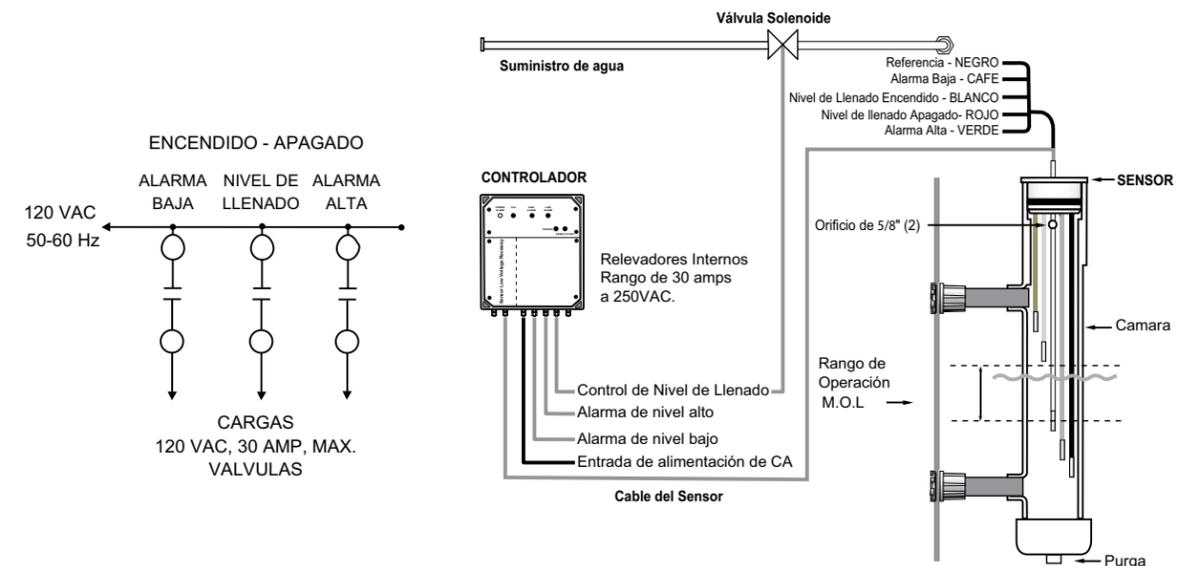

Figura A-59: Diagrama de conexiones y Partes del control de nivel de agua
El Sistema eléctrico de control de agua ofrecido por REYMSA incluye un control de nivel de agua, cámara de amortiguación, y una válvula de solenoide para reposición de agua (ver Figuras A-58 a Figura A-59).
2. El conjunto del sensor (Figura A-59) debe estar hecho de manera que el extremo del tubo de PVC esté por debajo del nivel mínimo de agua que se debe mantener.